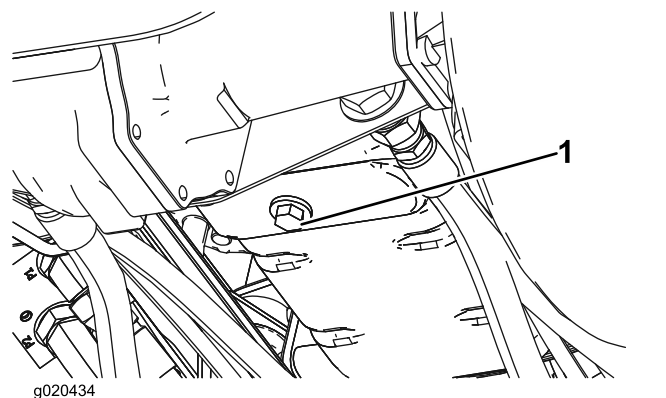

Figura 54
1. Togliete il tappo di spurgo (Figura 54) e lasciate defluire l'olio in una bacinella. Quando l'olio cessa di defluire, rimontate il tappo.